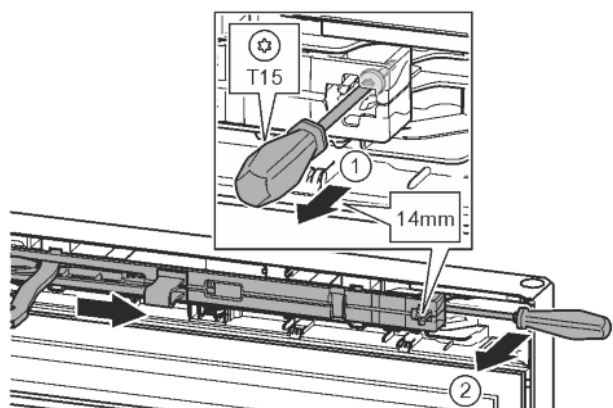

Fig. 14
- ▶ Ослабить винт на узле амортизатора с помощью отвертки T15 примерно на 14 мм. Fig. 14 (1)
- ▶ Отверткой со стороны ручки переместиться за узел амортизатора и повернуть вперед. Fig. 14 (2)
- ▶ Извлечь узел амортизатора. Fig. 14 (3)